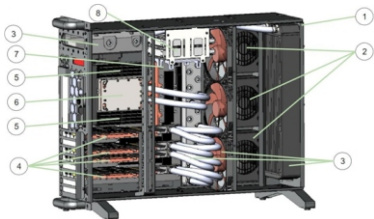

Рисунок 5 – Структура изделия
1.4.1.1 Сервер промышленный состоит из следующих основных составных частей (рисунок 5):
- платформа, включая корпус (1), блоки питания (2) и систему охлаждения (3);
- комплект встраиваемых компонентов, в том числе графические процессоры (4), ОЗУ (5), центральный процессор (6), материнская плата (7) и ПЗУ (8).